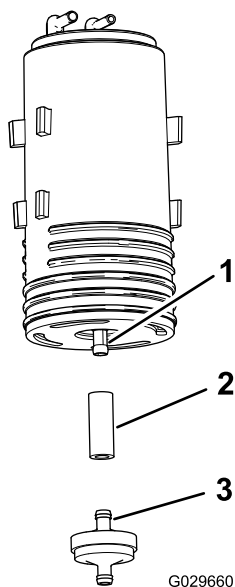

Figura 49
4. Retire o filtro do recipiente de carbono e a seção curta do tubo da união inferior do recipiente de carbono antigo (Figura 49).
5. Instale o tubo na união inferior do novo recipiente de carbono (Figura 49).
6. Insira a união do novo filtro do recipiente de carbono no tubo (Figura 49).